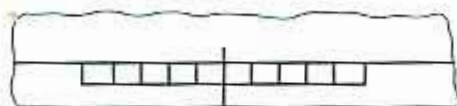

图 15 米制参考分度
8.2 米制参考分度用粗实线绘制,线宽不小于 0.5 mm,总长为 100 mm,等分为 10 格,格高为 5 mm,对称地配置在图纸下边的对中符号两侧,如图 15 所示。